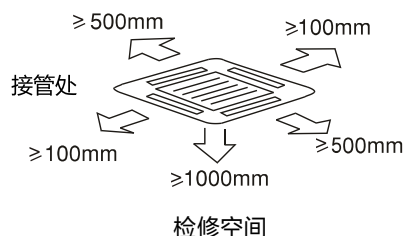

图4.1 室内机周围距离
- 将室内机安装在易于操作及维护的空间位置。如图4.1所示。